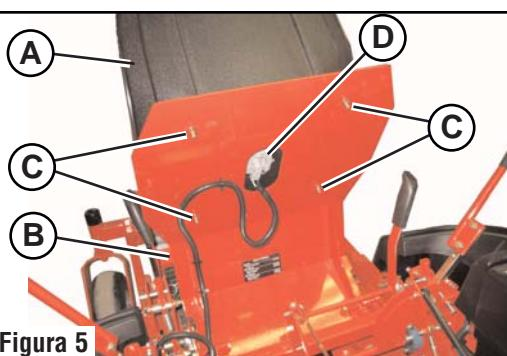

Figura 5
- Instale el asiento (A, Figura 5) en el lugar del asiento (B) y fíjelo de manera segura con las tuercas con brida nylock de 5/16 de pulg. (C).